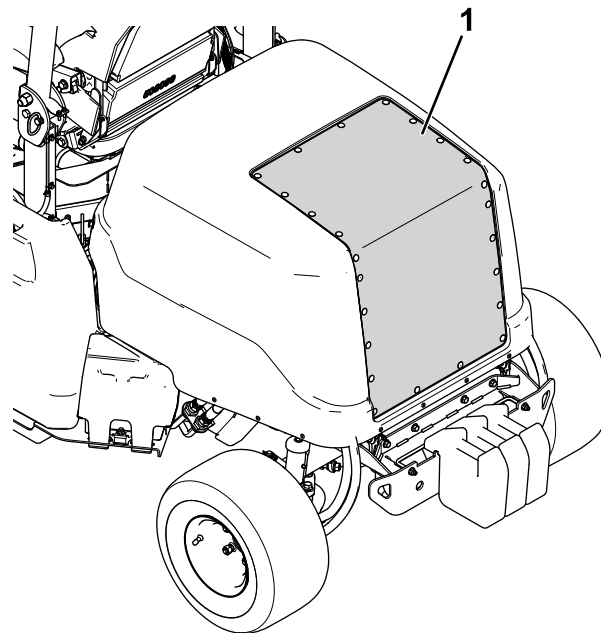

Figura 69
2. Utilice aire comprimido para limpiar la rejilla del capó (Figura 69). Dirija el chorro de aire hacia fuera de la máquina.